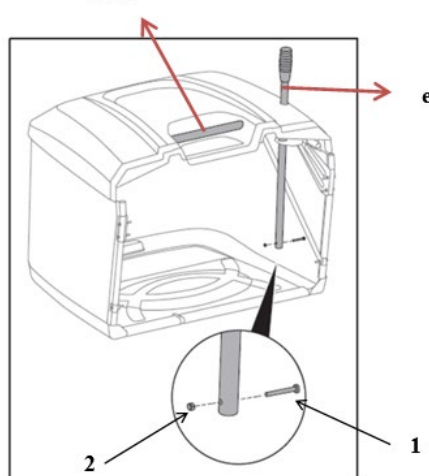

Fig.7N
5. Inserte la palanca de vertido de césped (e) y luego fíjela con tornillos de cabeza plana pequeños empotrados en cruz (1, M5*32) y una tuerca de bloqueo hexagonal (2, M5) en la cola. Hasta ahora, el montaje está terminado. (Fig.7N)
1. Sujete la manija frontal (Fig.7N) en la cubierta superior con la mano izquierda y la manija trasera (Fig.7M) ubicada en el marco giratorio para colocar con la mano derecha.